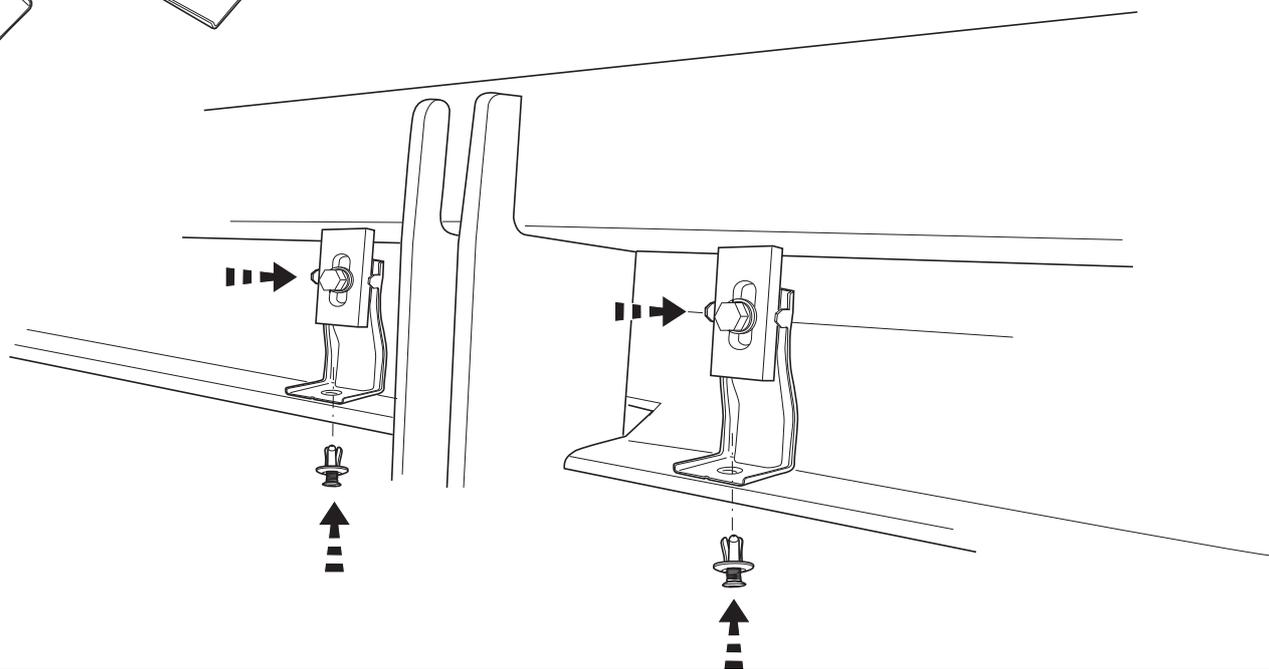

fig. 4
5. Sav ifølge fig. 3 et stykke ud på undersiden af kofangerdelen af kunststof. Monter kofangeren samt polystyrenet. Monter de originale kofangerstøtter på anhængertrækket og kofangeren. Brug til dette formål de originale montagematerialer. Se fig. 4. Monter kuglestangen med en bolt M12x65/21,2 og en bolt M12x70/26,2 inklusiv kontaktplade, planskiver og selvlåsende møtrikker. Spænd de netop monterede møtrikker ifølge tabellen.
5. Według rysunku 3 wyciąć element na spodniej stronie plastikowej części zderzaka. Zderzak założyć ponownie wraz ze polistyrenowym. Zamontować oryginalne wsporniki zderzaka na haku holowniczym i na zderzaku. Zastosować do tego oryginalne środki montażowe. Patrz rysunek 4. Kulę haka holowniczego przykręcić śrubą M12x65/21.2 i śrubą M12x70/26.2 wraz z podstawą pod gniazdo, podkładkami płaskimi oraz nakrętkami samo kontruującymi. Wszystkie śruby i nakrętki dokręcić według danych z tabeli.